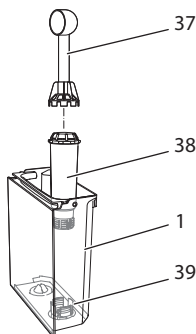

Fig. 18: Vissage/dévisage du filtre à eau
- Retirer le filtre à eau quand l'appareil y invite. (voir Fig. 18).